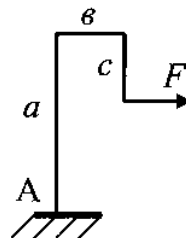

Рис.8
3. На раму (рис.8) действует сила  $F=100$  Н. Размеры рамы :  $a=2$  м,  $b=0,5$  м,  $c=0,5$  м.